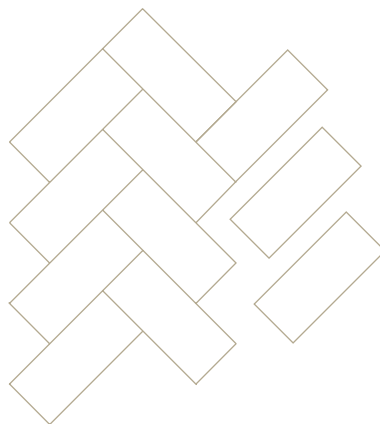

Abb. 3: Die Dielen werden eng zusammengedrückt.
3. Die nächste Reihe wird verklebt. Legen Sie die Dielen so eng wie möglich an die Nachbardielen an und drücken Sie die Dielen fest und gegen die Nachbardielen, um zu vermeiden, dass Kleber aus der Nut/Feder-Verbindung austritt. Siehe Abb. 3.